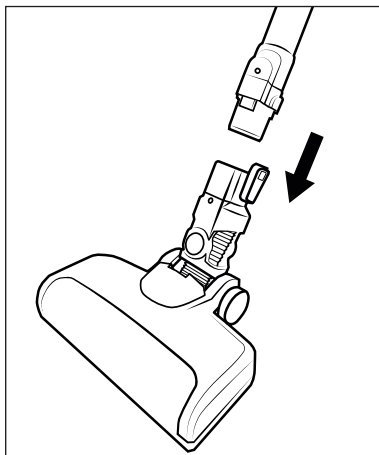

Fig. 2
- 2) Monte o tubo de aspiração 24 na escova para chão 22, encaixando-o até ouvir um estalido (ver fig. 2).